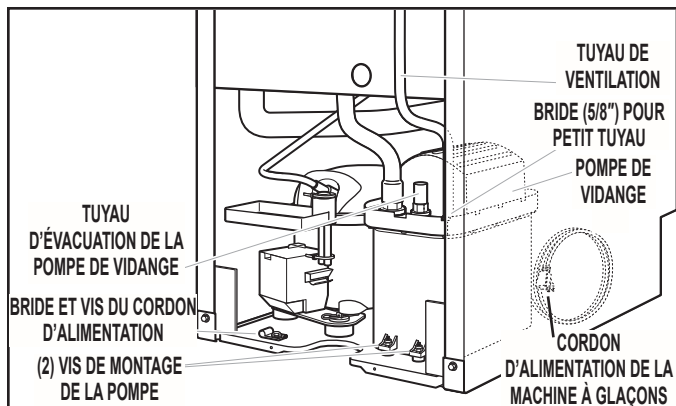

FIGURE 5
4. Installer le tuyau de ventilation (5/16" x 32") sur le conduit de ventilation du réservoir de la pompe. Utiliser la bride réglable de 5/8" fournie. Voir *Figure 5*.
5. Retirer la bride et la vis qui se trouvent sur le cordon d'alimentation de la machine à glaçons. Elles sont situées dans la grille de la base. Voir *Figure 5*. La vis et la bride seront réutilisées.
7. Aligner les deux (2) trous de passage des vis à l'arrière de la pompe. Placer deux (2) des vis fournies. Voir la *Figure 5*.
9. Enrouler le cordon d'alimentation de la machine à glaçon de façon à former un rouleau de 4 pouces de diamètre. Enrouler du ruban isolant autour du cordon d'alimentation à plusieurs endroits pour préserver l'enroulement du cordon. Placer le cordon enroulé entre la pompe de vidange et le côté de fermeture et le brancher sur la prise de la pompe de vidange. Voir *Figure 5*.
10. Attacher le cordon d'alimentation de la pompe sur l'unité de base de la machine à glaçons avec la bride et la vis (enlevées dans l'étape 5) qui étaient utilisées pour attacher le cordon d'alimentation de la machine à glaçons. Voir *Figure 5*.
14. Attacher le tuyau de vidange de 1/2" de diamètre interne x 10' au tuyau d'évacuation de la pompe de vidange. Voir *Figure 5*.